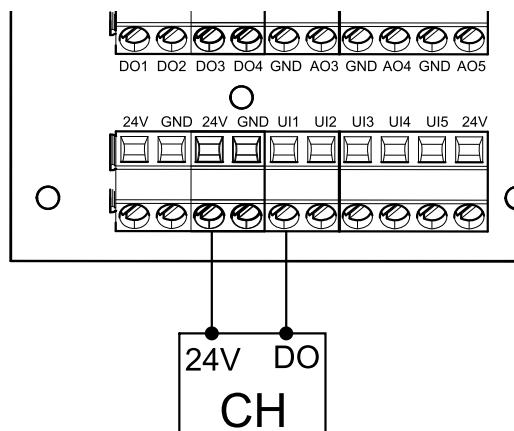

Bild 9 Anschließen der Dunstabzugshaube
1. Steuerleitungen von der Dunstabzugshaube an einen beliebigen freien Universaleingang und 24 V auf der externen Anschlussplatine anschließen (Abbildung 9). Weitere Informationen zur Anschlussplatine finden Sie unter 8.2 Externe Anschlüsse (außenliegenden Anschlussbox), Seite 183.